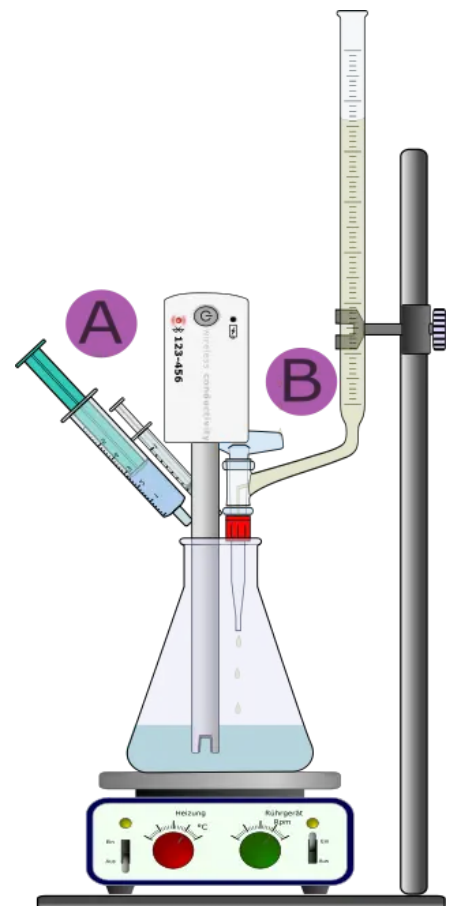

Abb. 2: Versuchsaufbau. A: Mit Spritzentechnik. B: Mit Bürette.
Nur in Versuchsaufbau B in Abb. 2
Nur in Versuchsaufbau A in Abb. 2
- Apparatur gemäß Abb. 2 aufbauen.